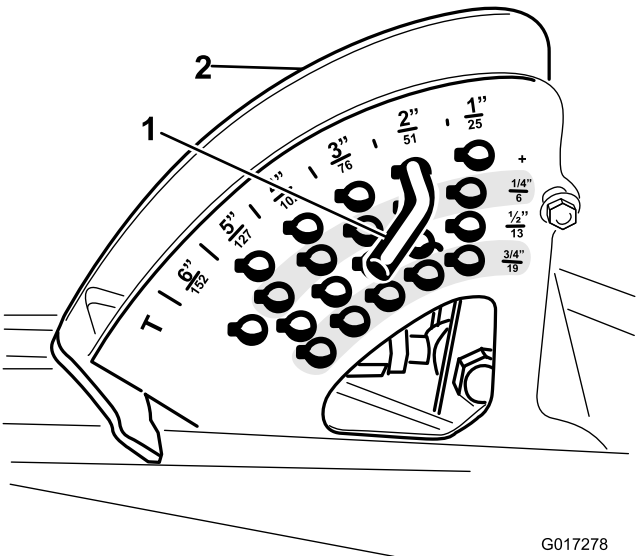

Figura 3
3. Anote a localização do pino HOC (altura de corte) no suporte HOC para efeitos de montagem (Figura 3). Retire o pino do HOC do suporte HOC.
6. Instale o pino HOC ao suporte HOC na altura de corte desejada (Figura 3).